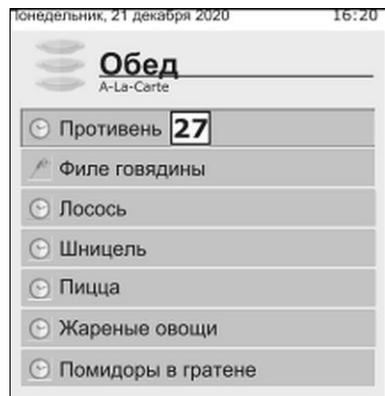

Рис. 34
- Нажать на пустой уровень и выбрать подпрограмму под названием „Противень” (27, Рис. 34).